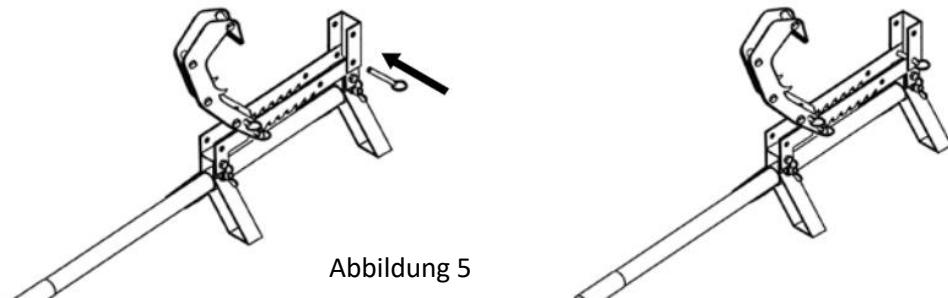

Abbildung 5
18. Monteer ten slotte (indien dit nog niet is gedaan tijdens de montage in hoofdstuk 1) de eindstop zoals weergegeven in afbeelding 5
Monteer ten slotte (indien dit nog niet is gedaan tijdens de montage in hoofdstuk 1) de eindstop zoals weergegeven in afbeelding 5